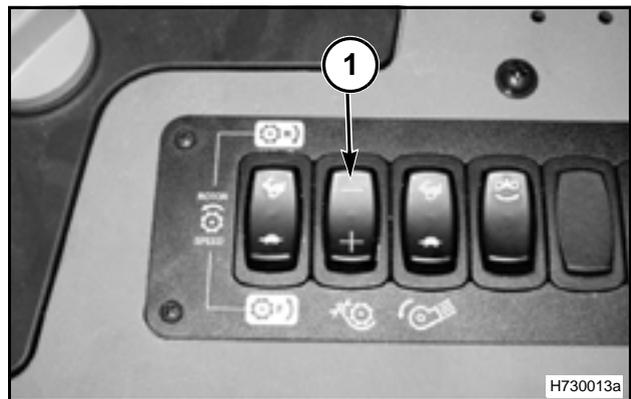

FIG. 173
FIG. 173: para realizar el control, utilizar el interruptor de abertura del cóncavo (1) debajo del apoyabrazos para llevar al cóncavo al mínimo de despeje (actuador totalmente retraído) presionando la tecla inferior (1).